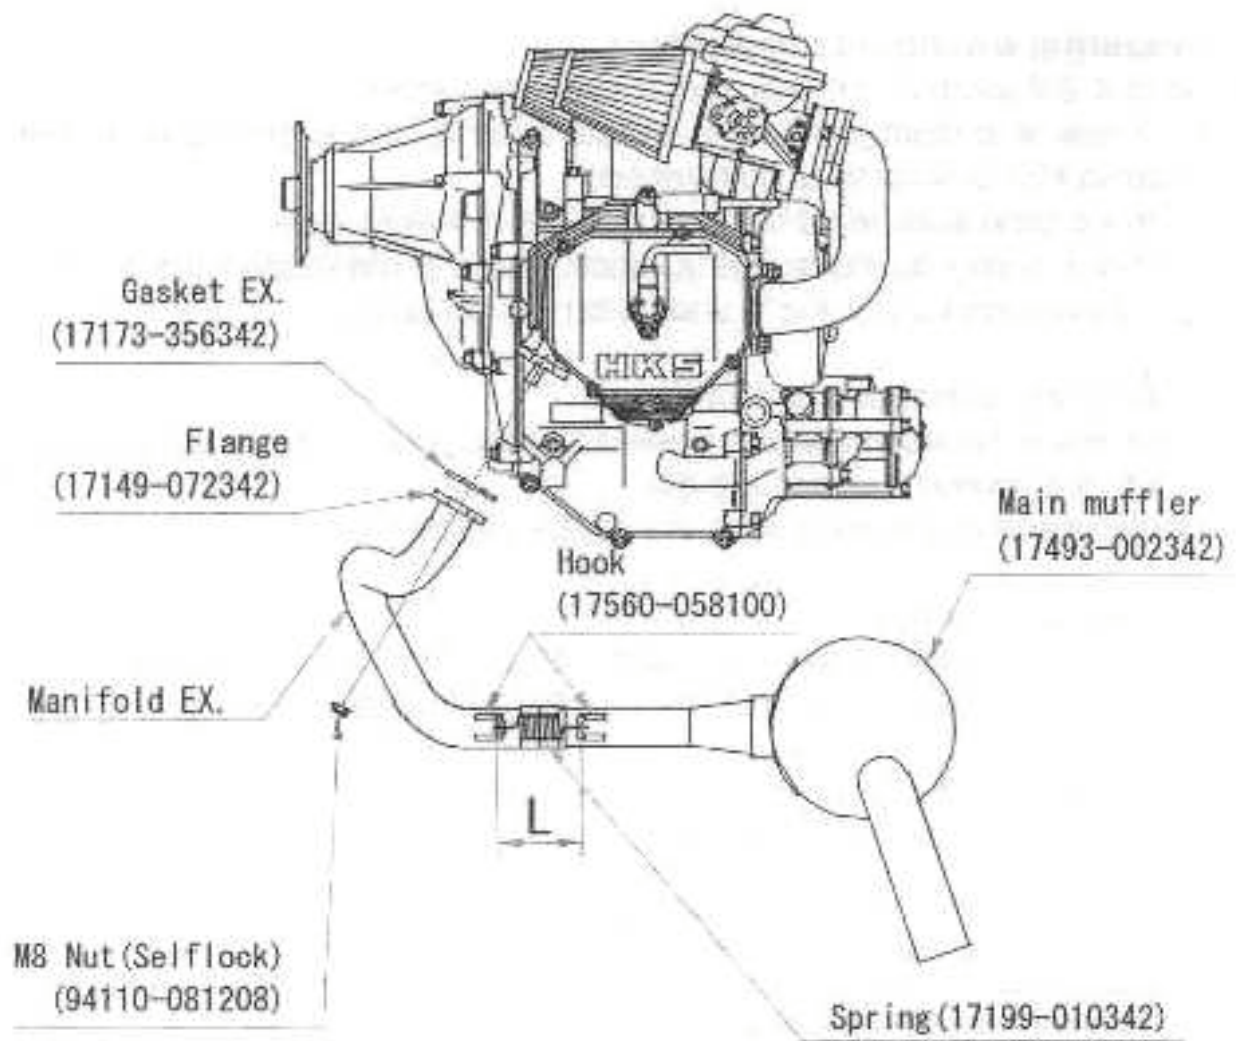

Fig. 3 Système d'échappement
- pour créer des canalisations non standards, se référer au schéma du moteur et du silencieux de la figure 3 pour avoir une référence de base.
La dimension "L" de la figure 3 doit correspondre à 70 mm (2.7 in).
- Mettre le joint en place entre la bride d'échappement et l'échappement du moteur (référence figure 3).